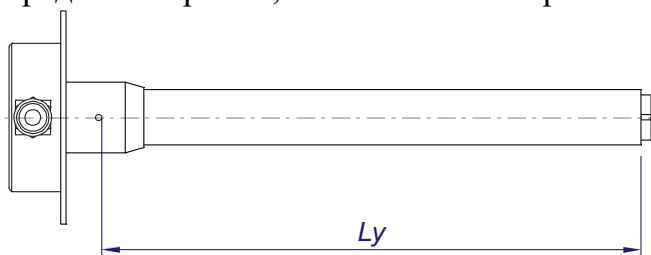

Рис. 1.1 - Диапазон измерений уровня
- 1 Диапазон измерений уровня - расстояние L_y от нижнего среза металлической трубы зонда - нижний предел измерений, до нижней кромки дренажного отверстия - верхний предел измерений, в соответствии с рис. 1.1: